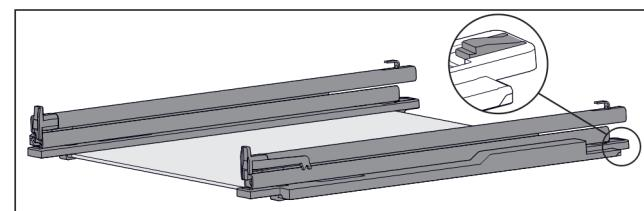

Fig. 95 Staklena ploča s vodilicama i pridržnim dijelovima
- Pridržni dio straga pritisnite prema dolje (pogledajte Fig. 95) u i istovremeno gurnite vodilicu prema otraga.